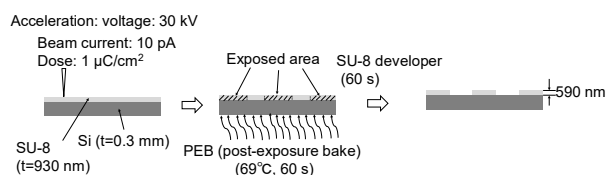

図 1 本実験の電子線描画の概略図
図 1 に、本実験の電子線描画の概略図を示す。15 $\times$ 15 mm² に劈開した厚さ約 300 μm の Si (100)ウェハ上に、PGMEA で希釈した SU-8 2002 を 500 rpm で 10 秒間、3000 rpm で 30 秒間スピncコートし、ホットプレート上で、110 $^{\circ}\text{C}$ で 60 秒間プリバークした。これにより、通常のスピンコートで得られる約 2.4 μm の厚さを約 3 分の 1 に薄膜化した。